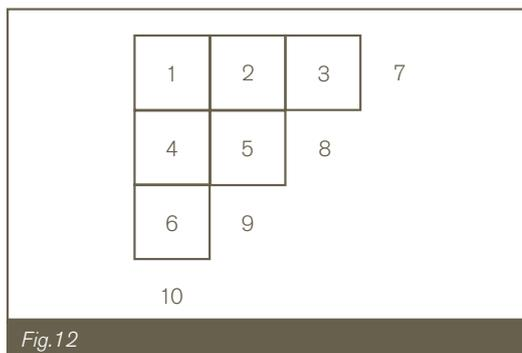

Fig.12
4.5 Vervollständigen Sie alle Bereiche des Gitters (siehe Abb.12).